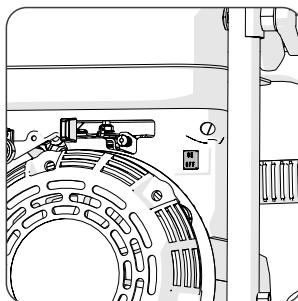

Abb. 4
- Stellen Sie den Zündschalter der Maschine auf 'OFF'. (**Abb. 4**)